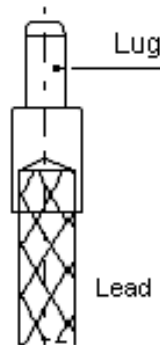

Fig. 12
- forare la parte inferiore del capocorda (fig. 12): il foro deve avere un diametro di almeno 2 mm più grande del conduttore ed almeno 2